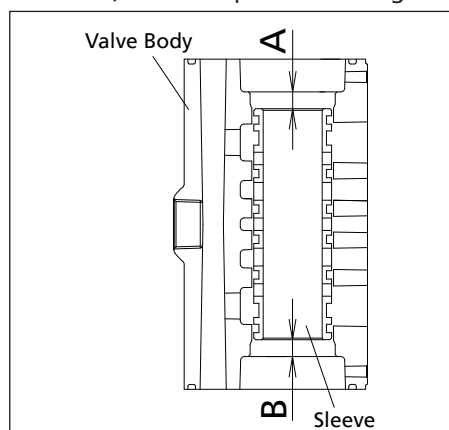

Figure 34
- Installez le manche au centre du corps de la vanne (AB). (Voir Figure 34)